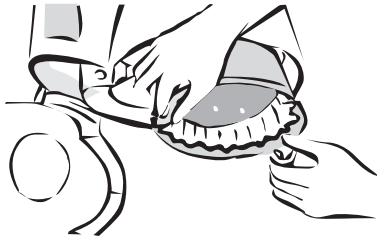

Figure 5
8. Sortez le porte-filtre et jetez le marc de café. Voyez la figure 5. Rincez le porte-filtre et remettez-le en place. Le porte-filtre est lavable dans le panier du haut du lave-vaisselle.
8. Discard the used grounds by removing the filter basket. See Figure 5. Rinse the filter basket and replace it. The filter basket is top rack dishwasher safe.